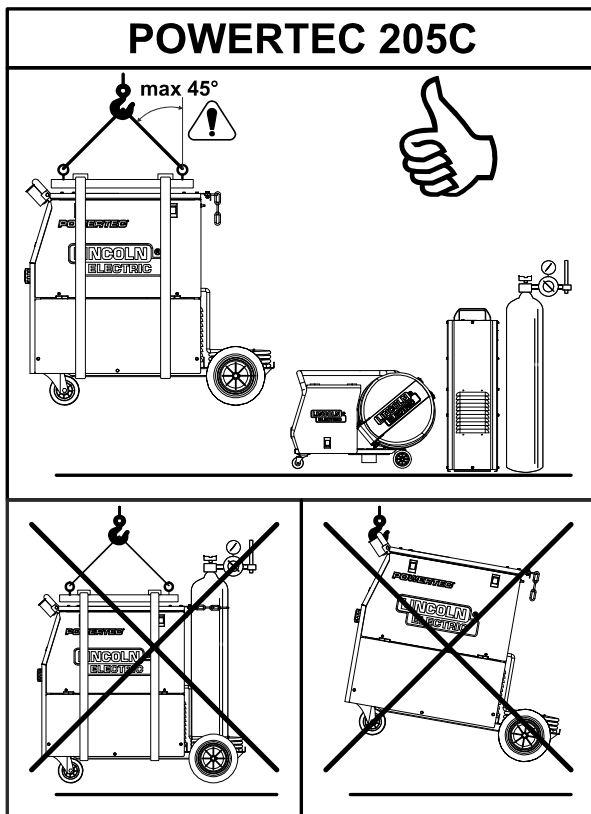

Figura 20.
Pentru a transporta și a ridica în siguranță POWERTEC® 205C (consultați Figura 20):
- Utilizați echipamente cu capacitate adecvată pentru a ridica și a susține unitatea. Folosiți o traversă și minimum două curele, așa cum se arată în Figura 20.